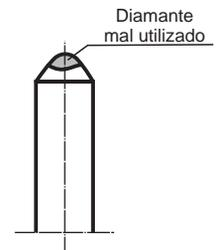

Fig. 2
2. No utilice el diamante en malas condiciones. (Fig. 2)